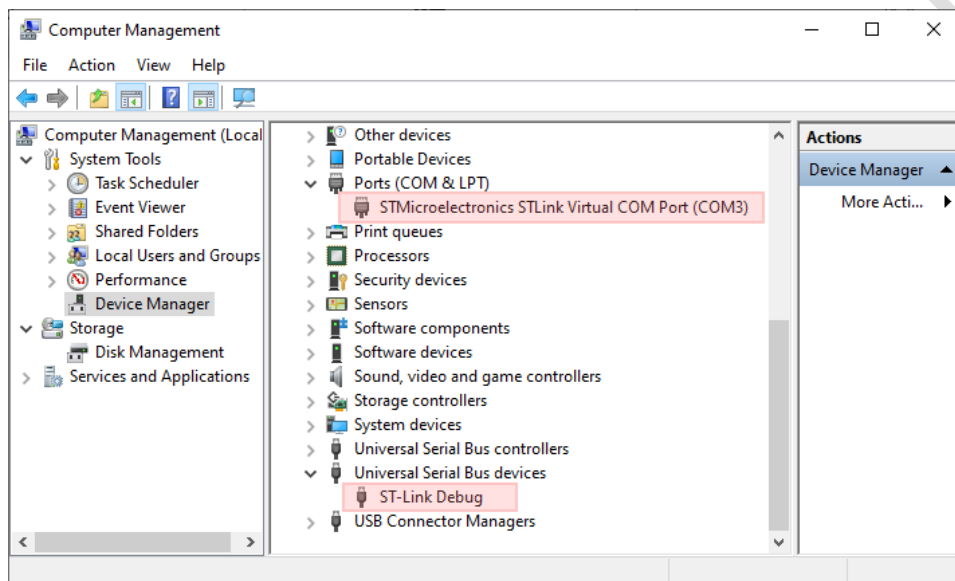

图 7：安装调试器驱动
安装完毕后，连接 NUCLEO-F413ZH 的 ② 调试器 ST-LINK/V2-1 接口至 PC，设备管理器中能够枚举出如图 7 所示端口，则说明安装成功。